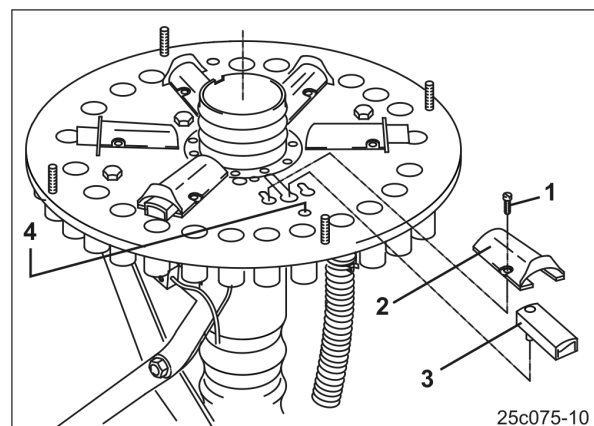

Рис. 107
2. Отсоедините щуп и снимите (Рис. 107/2).
В случае ненадобности, заслонки (Рис. 107/2) деактивируйте. Деактивированные заслонки не закрывают подводящие линии к сошникам технологической колеи.
5. Открутите болты (Рис. 107/1).
6. Снимите шахту для заслонок (Рис. 107/2).
7. Заслонка (Рис. 107/3) установлена, как изображено, в направляющей.
8. Поверните заслонку (Рис. 107/3) и вставьте в отверстие (Рис. 107/4).
9. Прикрутите шахту для заслонок (Рис. 107/2) на монтажной пластине.